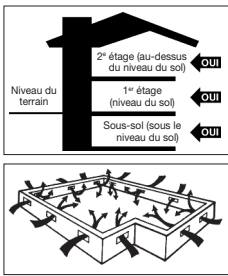

Figure 1
- Les vides sanitaires doivent être à un minimum de 46 cm (18 po) entre le sol et le dessous des solives. Un tapis de sol en pellicule polyéthylène noire de 6 à 20 mils est indispensable comme pare-vapeur, avec joints se chevauchant sur 15 cm (6 po) et fixés avec du ruban résistant à l'humidité. Le vide sanitaire doit posséder sur son périmètre une ventilation égale à un minimum de 1,5 % de la surface du vide sanitaire. Les événements doivent être placés de façon à favoriser la ventilation transversale (Figure 1).